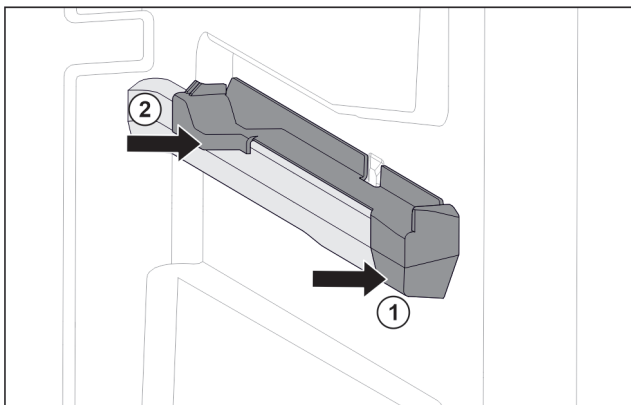

Fig. 94 Nasazovací díl na pravém žebrování na nádoby
- Nasadte nasazovací díl na žebrování na nádoby. Fig. 94 (1)
- Přitlačte nasazovací díl k zadní části. Fig. 94 (2)